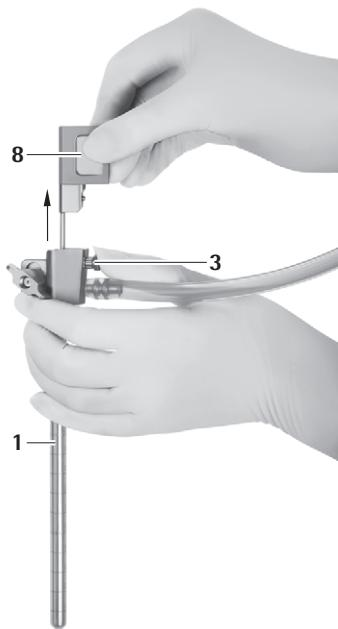

Рис. 10
- ▶ Нажать деблокирующую кнопку 3 и осторожно извлечь обтюратор оптического канала 8 из троакара MINOP InVent 1, см. Рис. 10.